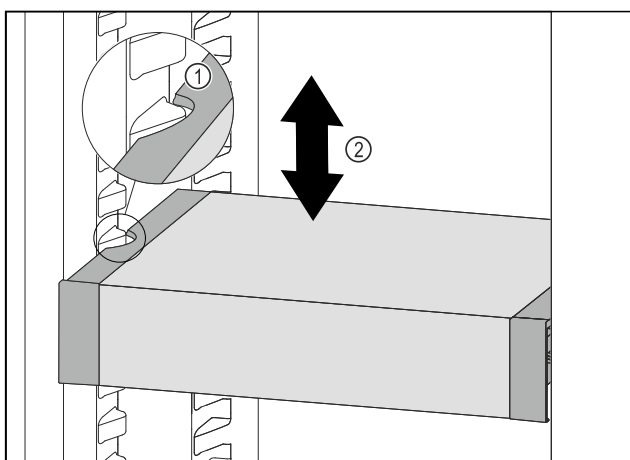

Fig. 118
- ▶ Tõmmake VarioSafe'i ettepoole, kuni VarioSafe'i külgmised väljalõiked asuvad jahutusosas anumaribi kõrgusel. Fig. 118 (1)
- ▶ Liigutage VarioSafe'i jahutusosas ülespoole või allapoole, kuni on saavutatud soovitud kõrgus. Fig. 118 (2)